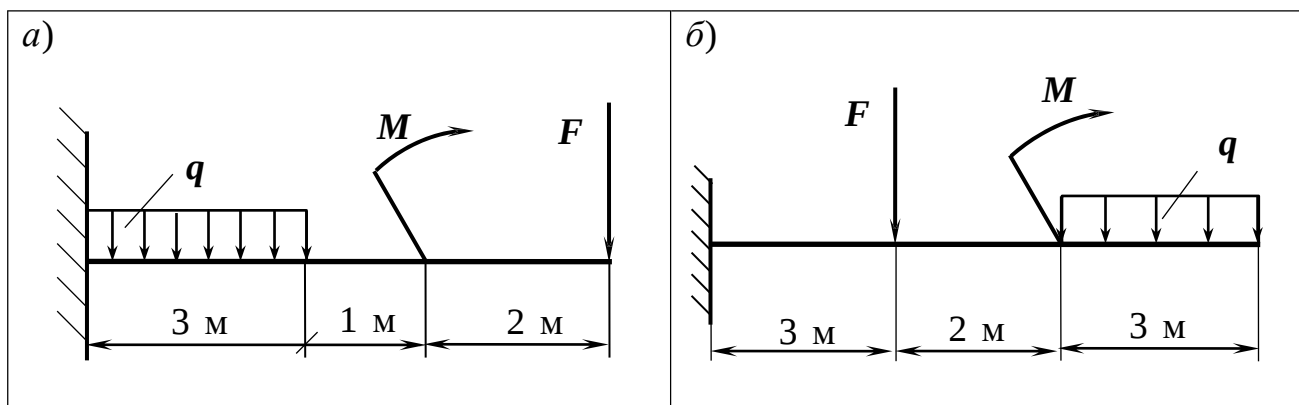

Рис.3.
1. Изобразим балку (рис.3.а).
3. Определяем Q_y на каждом участке и строим эпюру (рис.3., б):